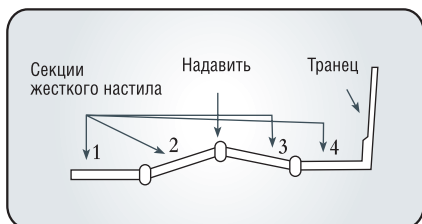

рис. 5
- Надавите на образованный угол до полной установки жесткого настила (рис. 5).